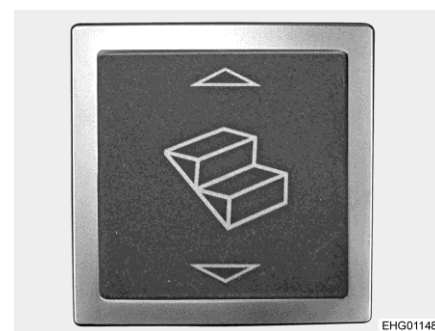

Fig. 6 Bouton-poussoir basculant pour le marchepied (zone d'entrée)
- Appuyer sur le bouton-poussoir basculant (Fig. 6) se trouvant dans la zone d'entrée.